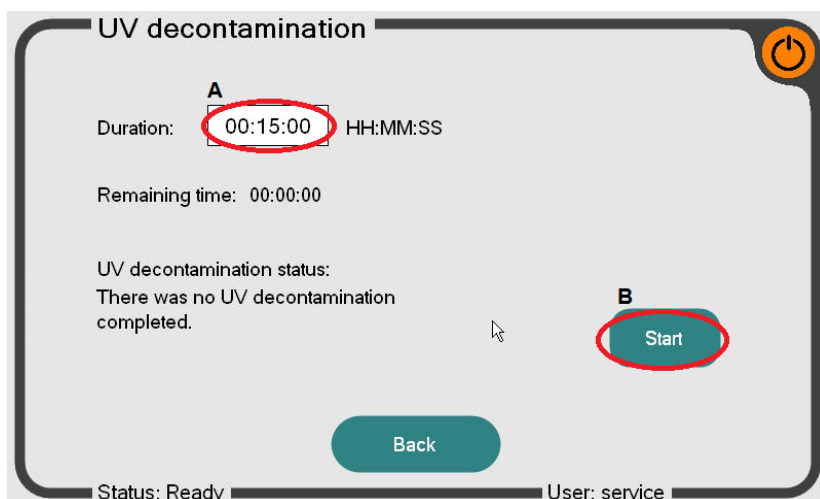

Figura 16: Ecrã de descontaminação UV
Definir o tempo de exposição no menu de descontaminação UV (Figura 16, A) e, em seguida, pressionar a tecla "Start" (B). Durante o processo de descontaminação, a porta do equipamento permanece bloqueada para evitar a libertação de radiação UV.